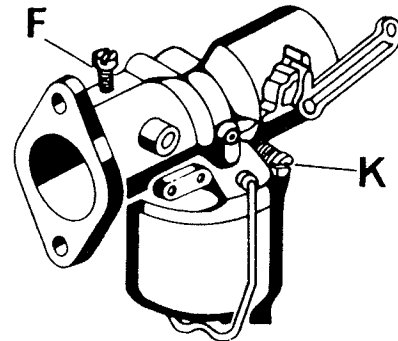

Bild 7
- Bei der Leerlaufdrehzahl des Motors kann das Kraftstoff/Luft-Gemisch im Vergaser durch die verstellbare Luftregulierschraube (K, Bild 7) eingestellt werden. Luftregulierschraube sorgfältig schliessen, dann 1 1/4 Umdrehungen öffnen (Grundeinstellung). Motor warm laufen lassen.
- Mit der Leerlauf-Regulierschraube (F, Bild 7) die Motordrehzahl auf ca. 1000 U/Min. mittels Tourenzähler einstellen.
- Luftregulierschraube (K, Bild 7) hinein- bzw. heraus drehen, bis die Drehzahl nicht mehr steigt und der Motor gleichmässig läuft.
- Nun mit der Leerlauf-Regulierschraube (F, Bild 7) die gewünschte Leerlauf-Drehzahl einstellen. Der Motor sollte unverzüglich beschleunigen ohne auszusetzen. Ist dies nicht der Fall, so ist die Luftregulierschraube (K, Bild 7) in der Regel auf ein reicheres Gemisch bzw. seltener auf ein mageres Gemisch einzustellen.